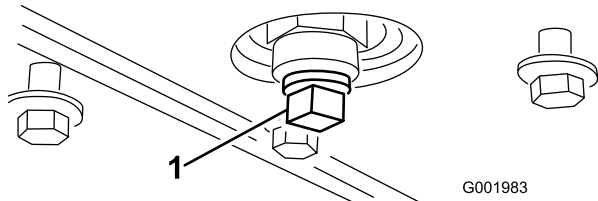

Figure 47
- Enlevez le bouchon de vidange (Figure 47).